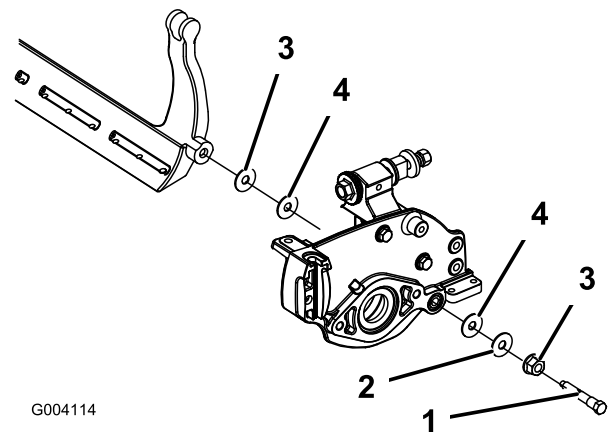

Figure 59
4. Retirez les boulons de la barre d'appui de façon à pouvoir abaisser la barre et la déposer de la machine. Mettez de côté les 2 rondelles en nylon et les 2 rondelles en acier estampé de chaque côté de la barre d'appui (Figure 59).